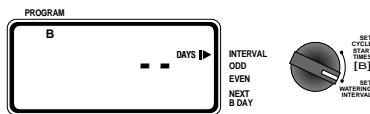

FIGURA 7: Configuración del programa B para un plan fijo
- Sitúe el selector giratorio en la posición **SET WATERING INTERVAL** (fijar intervalos de riego). El cursor empezará a parpadear a la derecha de la palabra **INTERVAL** (intervalo). [Fíjese en la Figura 7].